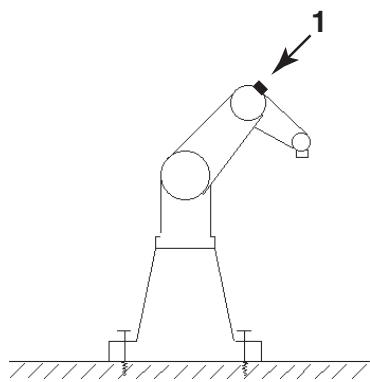

Figura 2.23
Para la versión UL, un testigo luminoso amarillo (1) está implantado en el brazo del robot para indicar que está bajo potencia, que se pueden producir movimientos y que presenta un peligro potencial para el operador (figura 2.23).